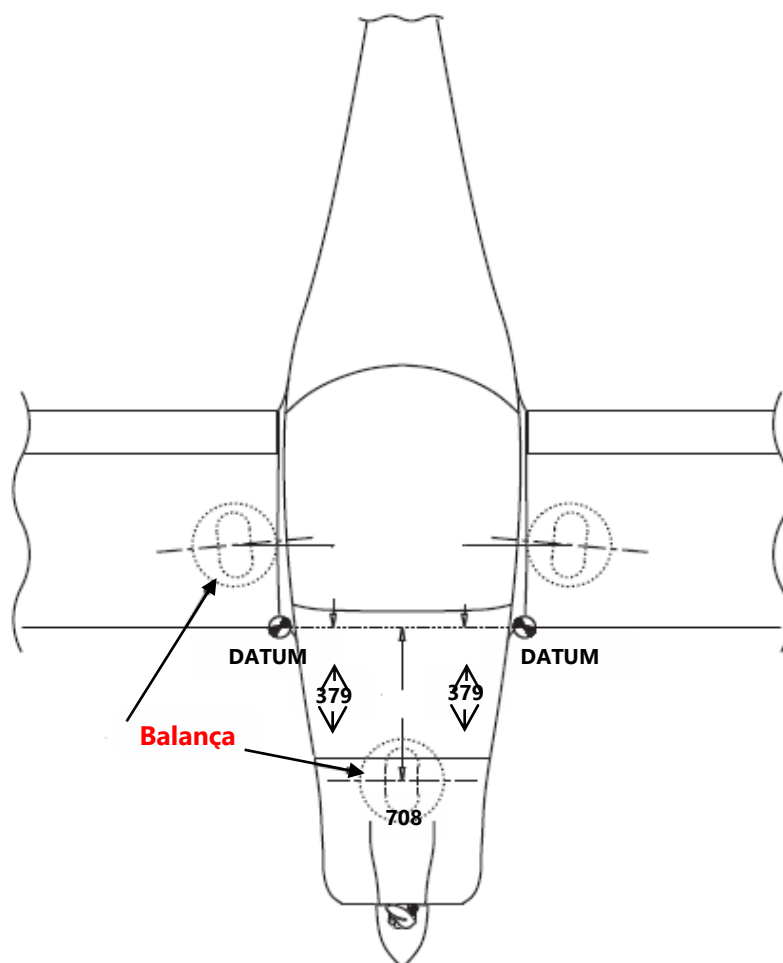

Figura 08.10.1
5. Dispor as balanças sob os três trens de pouso conforme ilustrado na Figura 08.10.1.
Obs.: elevar a aeronave através de esforços aplicados somente na longarina principal, para evitar avarias no revestimento da aeronave. Para verificar as posições de pesagem, lembre-se que o datum é no bordo de ataque na raiz da asa como indicado na Figura 08.10.1.
7. Medir a distância perpendicular entre os pontos de pesagem (centro do pneu em contato com o chão) até a linha do item anterior conforme Figura 08.10.1.
4. Medir a distância perpendicular entre os pontos de pesagem (centro do pneu em contato com o chão) até a linha do item anterior conforme Figura 08.10.1.